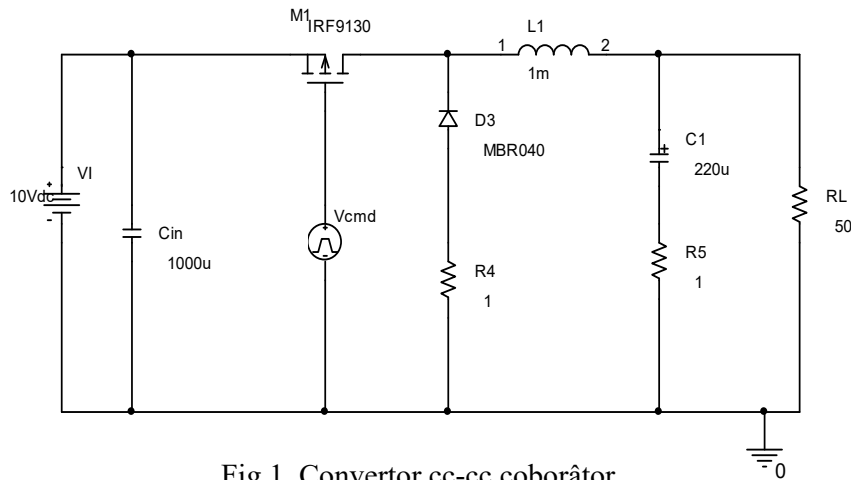

Fig.1. Convertor cc-cc coborâtor.
- Pentru circuitul din Fig.1. alimentat cu $V_I=10V$, comandat cu un semnal dreptunghiular v_{cmd} de la generatorul de semnale cu amplitudinea 10V, frecvența 33KHz și factor de umplere al semnalului $f_U=50\%$ desenați formele de undă ale următoarelor semnale:
- Alimentați circuitul din Fig.1. cu $V_I=10V$ și conectați la ieșire rezistența de sarcină $R_{L1}=50\Omega$. Circuitul se realizează conectând $J2$ cu $J3$, $J4$ cu $J5$, $J7$ cu $J8$, $J11$ cu $J12$ și $R1$ închis.
- Pentru circuitul din Fig.1. cu R_{L1} aplicați din nou semnalul v_{cmd} cu $f_U=50\%$. Copiați valorile v_O și Δv_O obținute la experimentul 1.2.